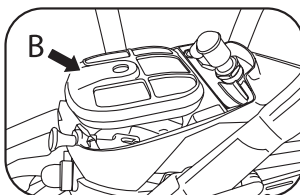

Рис. 13
1. Снимите крышку (А), извлеките воздушный фильтр (В) (Рис. 13).